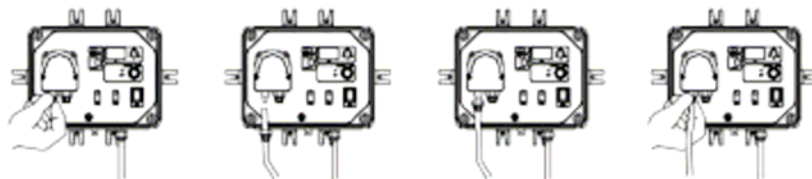

Fig. 5
- d- Schieben Sie den Schlauch über die Anschlüsse, drücken Sie ihn fest hinauf, und fixieren Sie ihn mit den dafür vorgesehenen Anschlussmutter. (Fig. 5)